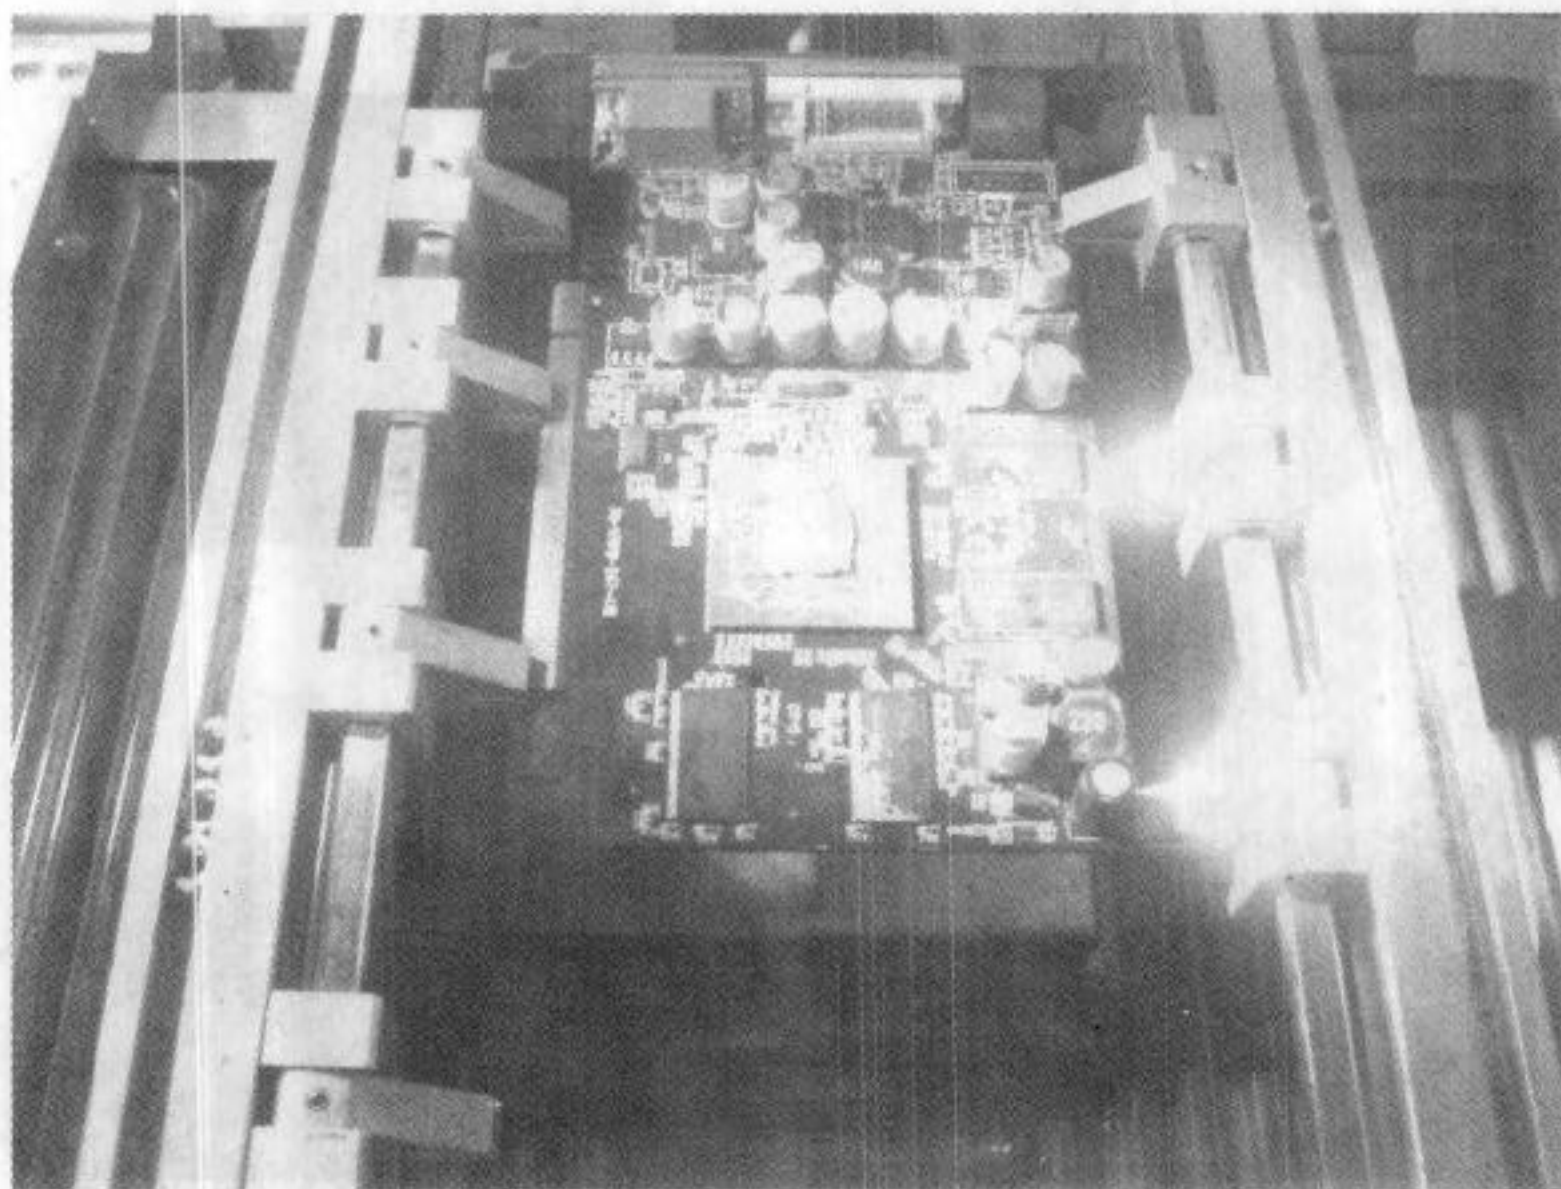

图 4-43 固定显卡
(9) 植株完成后即可开始焊接 GPU。将显卡固定在 BGA 机上，如图 4-43 所示。